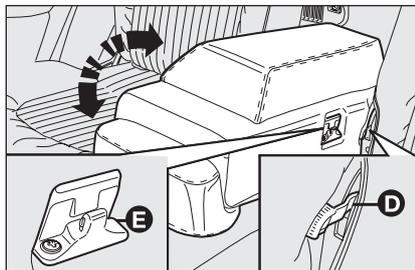

fig. 42
- agir sur le levier **D-fig. 42** (un sur chaque côté)
Pour replacer la console centrale en position verticale, actionner de nouveau le levier **D-fig. 42** (un sur chaque côté) et le réaligner aux dossiers latéraux arrière jusqu'à perception du déclic du crochet de sécurité spécifique **E**.